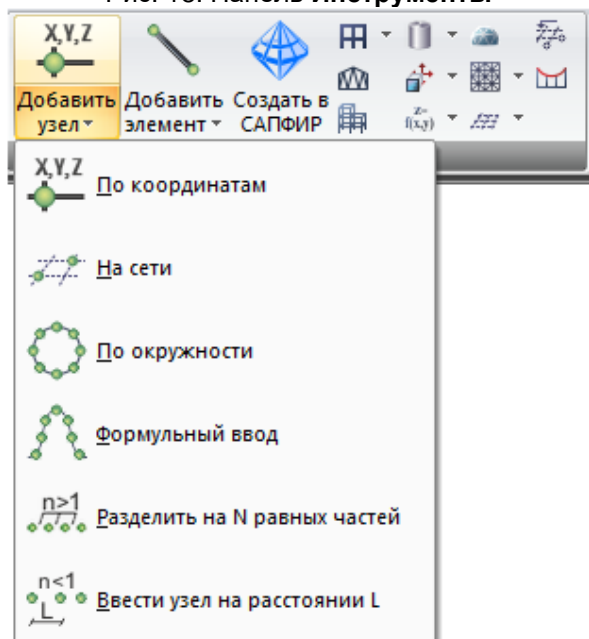

Рис. 19. Раскрывающийся список **Добавить узел**
**Добавить узел** (рис.19) – раскрывающийся список с заменой, содержащий операции по добавлению узлов в расчетную схему одним из способов: